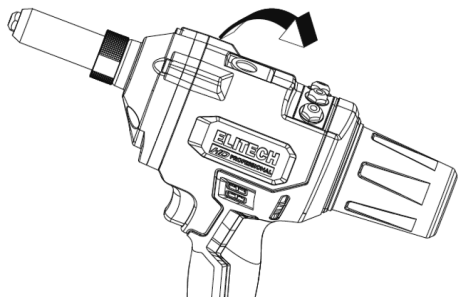

Рис. 9
- Наклоните заклепочник назад, и отработавшая часть стержня переместится в контейнер в задней части инструмента (рис. 9).